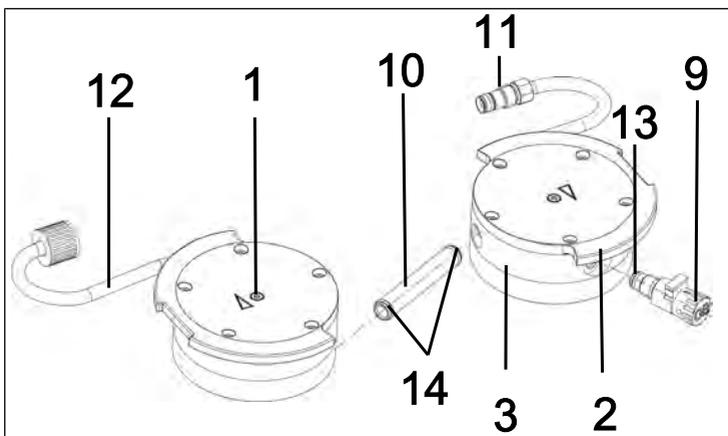

Fig.28: Sustitución de las juntas tóricas
2. Extraer el tubo de conexión (10/ Fig. 28) de la tapa del cabezal (3).
**i** Las dos conexiones de manguera (11) y (12) permanecen montadas en las tapas del cabezal.
3. Sustituir las dos juntas tóricas (**14**) del tubo de conexión (**10**/Fig. 28).
- i** Si las juntas tóricas (**14**) no pueden extraerse de los tubos de conexión (**10**/Fig. 28), comprimirlas ligeramente entre sí y extraerlas en caso necesario con unas tenazas.
6. Desenroscar el lastre de gas (**9**/Fig. 28) de la tapa del cabezal (**3**).
7. Sustituir la junta tórica (**13**) del lastre de gas (**9**/Fig. 28).
8. Enroscar el lastre de gas (**9**/Fig. 28) hasta el tope en la tapa del cabezal (**3**) correspondiente. A continuación, girarlo de nuevo hacia atrás hasta que la superficie esté alineada hacia arriba.
7. Introducir el tubo de conexión (**10**/Fig. 28) de nuevo en las dos tapas del cabezal (**3**).